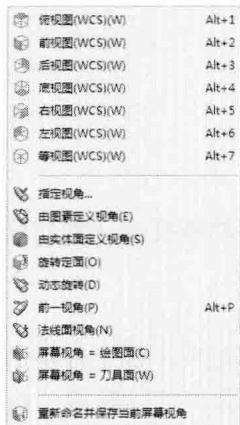

图 1-12 【屏幕视角】菜单
- **【屏幕视角】按钮**：用于选择和定义图形视角，如图 1-12 所示。其命令可在【视图】菜单中的【标准视图】子菜单和【定方位】子菜单中找到。